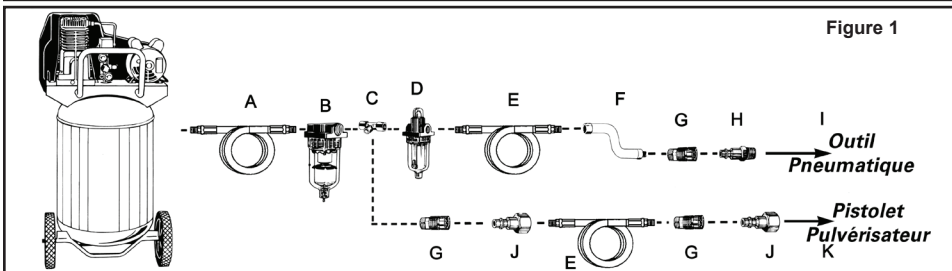
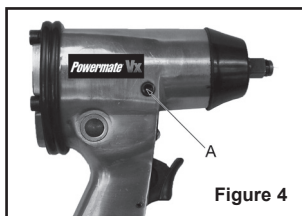

Figure 1
Figure 4
- Branchez l'outil au raccord rapide du tuyau flexible d'air. **REMARQUE : Il est recommandé d'utiliser un flexible de raccordement à pivot (P012-0079SP - non inclus) afin d'empêcher le tuyau flexible de s'entortiller ou de se plier et de prévenir son usage excessif (voir l'élément F de la Figure 1 pour les connexions recommandées).**
Pour conserver le rendement optimal du moteur pneumatique, il faut le lubrifier à chaque utilisation. Des résidus de poussière, de saleté et d'huile se logeront à l'intérieur de l'outil et en réduiront le rendement. Un huiler sur canalisation est recommandé pour lubrifier automatiquement l'outil de façon adéquate (voir Figure 1). Si ce dispositif n'est pas disponible, il est possible de lubrifier l'outil manuellement par l'orifice d'admission (voir Figure 4).
- Dévissez la vis creuse à six pans du trou d'huile (A) situé sur le côté de l'outil.
- Ajoutez une (1) cuillerée à soupe d'huile, ou d'huile non détergente SAE10 dans le trou d'huile (A). Remplacez la vis creuse à six pans (voir Figure 4).